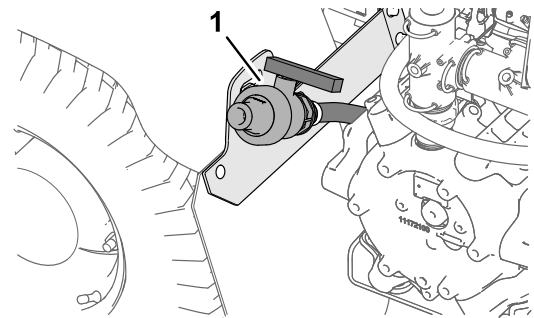

Figura 84
2. Trouvez l'emplacement du robinet de vidange de la cuve sur l'aile arrière gauche de la machine (Figura 84).